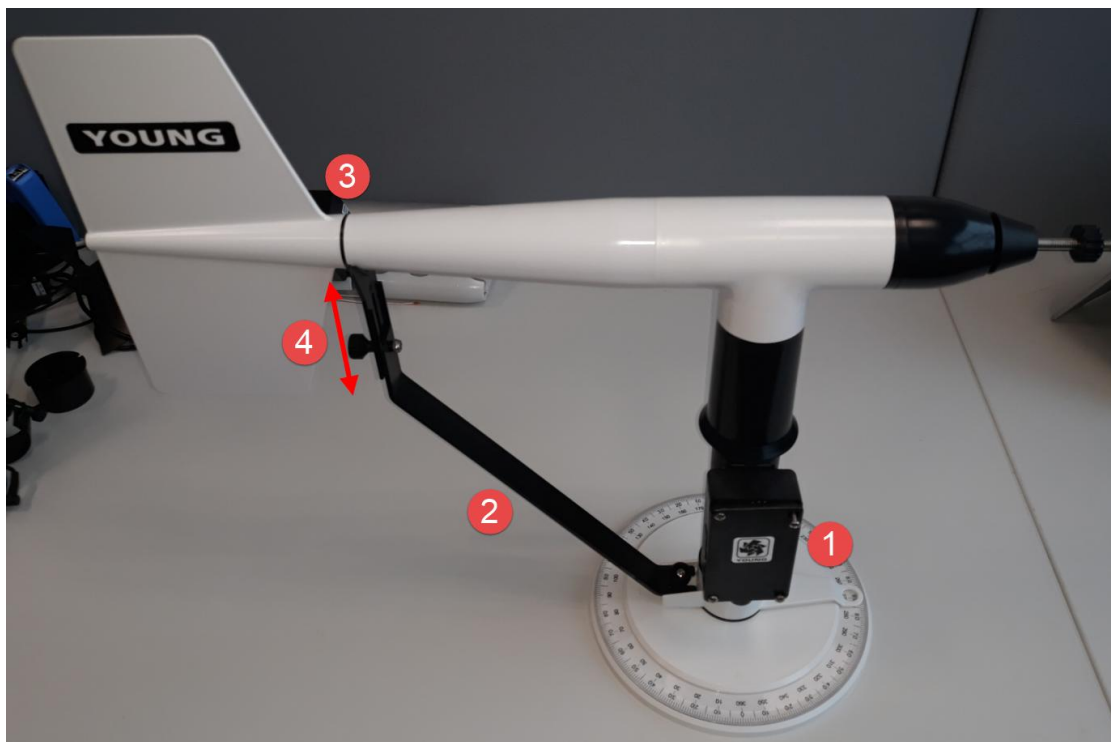

Рисунок 7
- 4) Поставьте поверяемый датчик на настольный стенд поверки флюгера как показано на Рисунок 7 (Коробка датчика (1) должна быть ориентирована на север), затяните крепеж датчика. Важно, чтобы выравнивающий рычаг (2) плотно прилегал к хвосту датчика (3) и обеспечивал его фиксацию. Для фиксации хвоста используйте фиксирующую планку (4) на конце рычага (2).